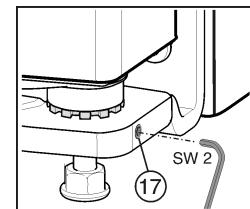

Fig. 29
- Desenrosque un poco el pasador de rosca *Fig. 29 (17)* (como máximo una vuelta).
- Vuelva a apretar el pasador de rosca *Fig. 29 (17)* para fijar el perno de cojinete.